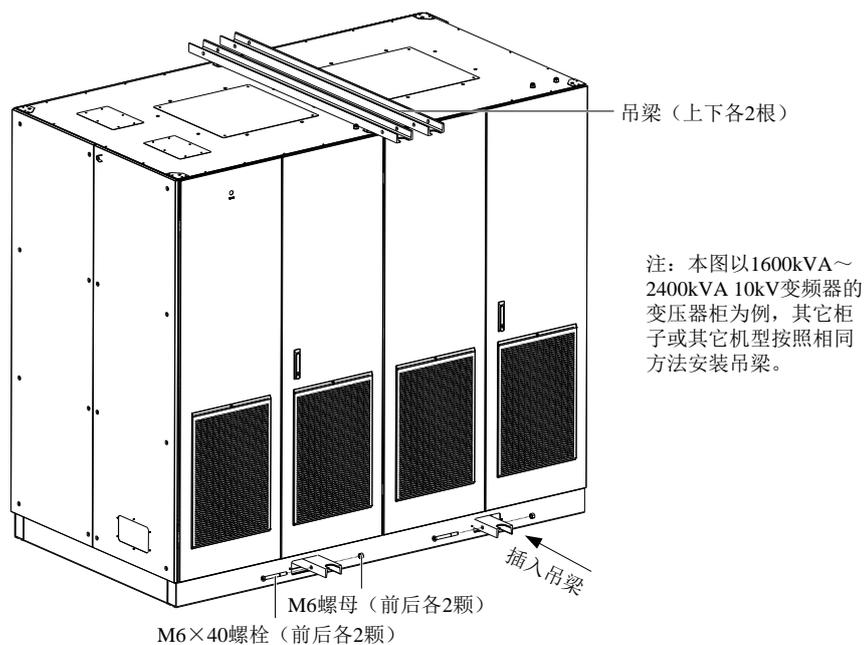

图2-6 安装吊梁
- 3) 将 2 根吊梁插入底座的吊装孔, 并用 4 组 M6×40 螺栓和 M6 螺母进行固定; 再将 2 根吊梁放置在顶部中间位置, 如图 2-6 所示。